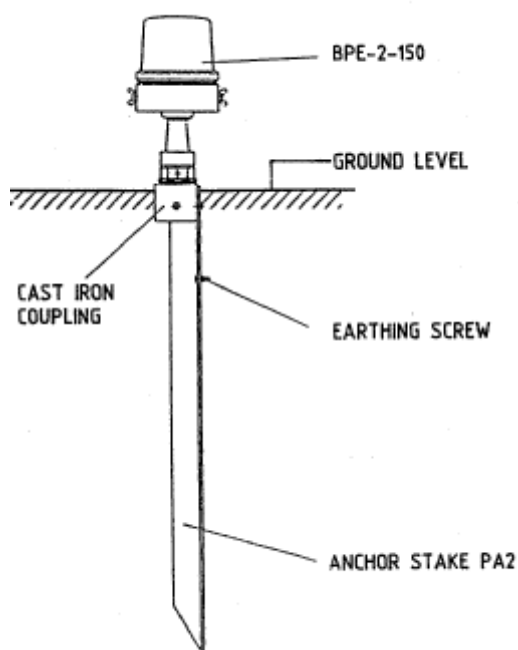

Fig. 10
- una estaca de anclaje PA2 (vea fig. 10).
5.7.1 La estaca se coloca en un agujero de 15 centímetros de diámetro, 76 cm de profundidad como se muestra en fig. 10.